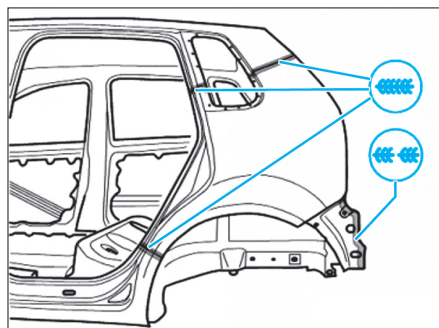
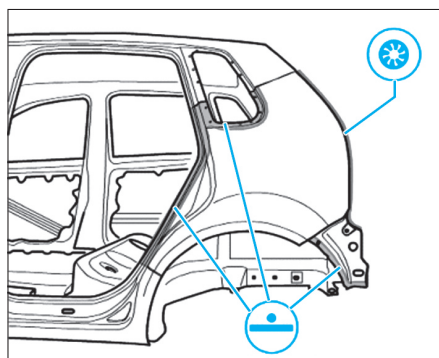

FIG. 111
FIG. 112
- Souder l'aile arrière comme illustré (Fig.111) et (Fig.112).